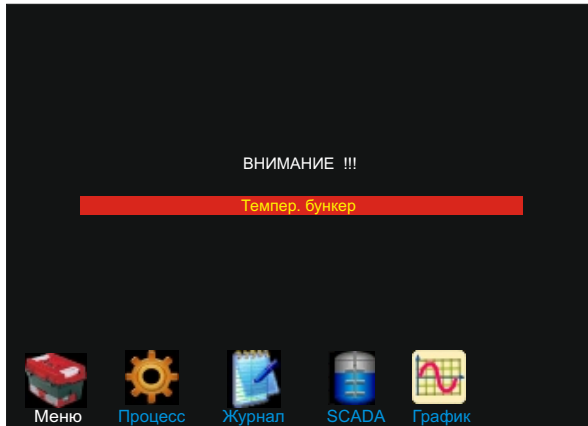

Рис. 148. Индикация аварийного события (аларм)
В окне **Тип события** выбирается условный уровень опасности данного события: Архив, Предупреждение, Опасно 1, Опасно 2, Авария 1, Авария 2, Авария 3, Сигнализация. При установленном типе Архив, событие записывается в журнал событий, но не индицируется на экране контроллера в виде сообщения (аларма). Остальные типы предполагают запись события в журнал и индикацию его в виде красной строки на экране контроллера (Рис. 148).
- блок имеет 32 входа, к которым можно подключить выходы других блоков с дискретным типом сигналов (1 или 0) из любой точки схемы. При переключении сигнала на входе блока (с 0 на 1 или, при инвертированном входе, с 1 на 0), после истечения времени задержки, происходит запись данного события, с присвоенным ему именем, в журнал событий, с отображением даты и времени (Рис. 149), а также, индикация сообщения в виде красной строки (если тип события не Архив), Рис. 148.